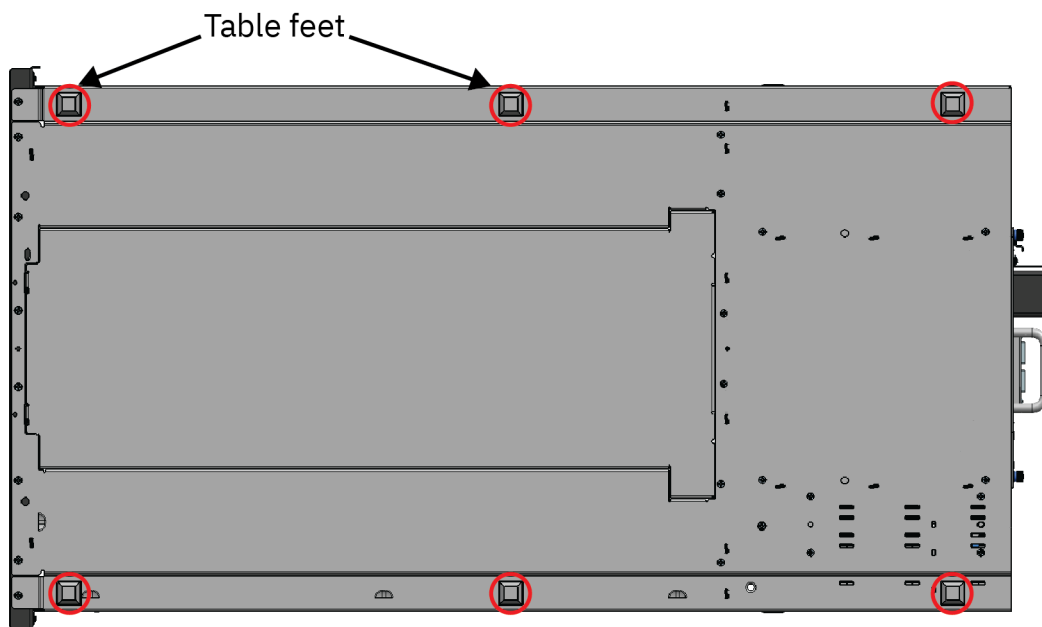

図 26. テーブルの脚
4. モジュールの底部に脚を取り付けます。41 ページの図 26 を参照してください。